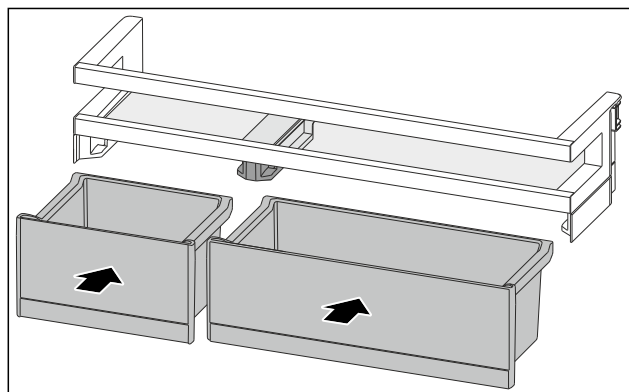

Fig. 88
- ▶ Vstavite bokse VarioBox v obratnem vrstnem redu. (glejte Fig. 88)